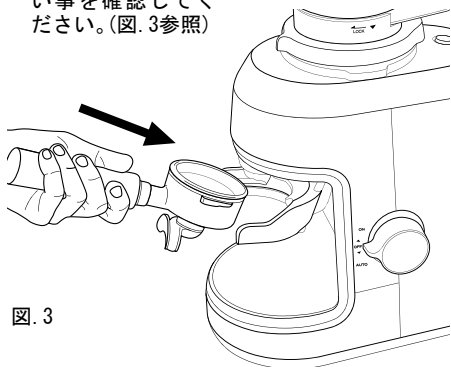

図. 3
7. フィルターホルダーをクレードルに斜めに挿入します。ホルダーのグリップが正面より左斜めの位置に来ようセットし、手を離してもフィルターホルダーが落ちない事を確認してください。(図. 3参照)
10. フィルターホルダーをクレードルに斜めに挿入します。ホルダーのグリップが正面より左斜めの位置に来るようセットし、手を離してもフィルターホルダーが落ちない事を確認してください。(図. 3参照)